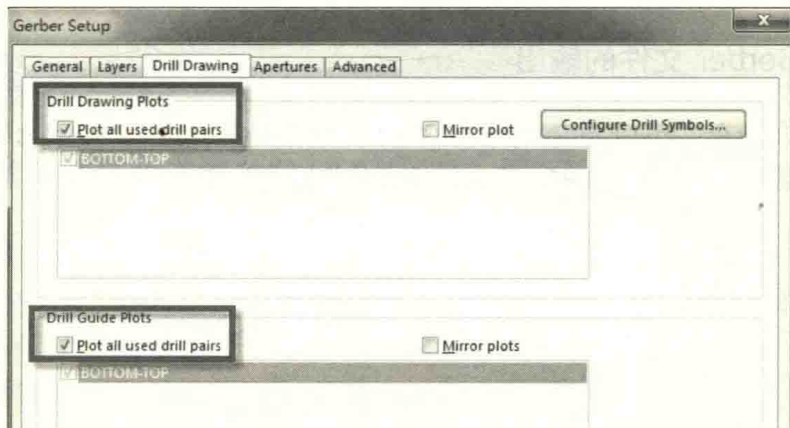

图 12-72 Drill Drawing 设置
(3) Drill Drawing: 图 12-72 中标出的两处须勾选所用到的钻孔，如果用到了埋、盲孔，请注意选择，一般选择“Plot all used drill pairs”。